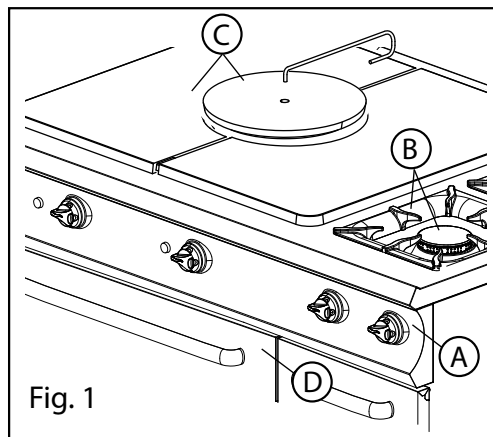

Fig. 1
- Con gli appositi strumenti, regolare l'apertura del foro pilota (Fig. 1) in modo da avere :
2. Asportare griglie, spartifiamma e bruciatori (Fig. 1/A bruciatore 5,5 / 7 kW - Fig. 1/B bruciatore 11 kW)
1. Smontare il cruscotto e le manopole (Fig. 1/A)
2. **Cucina:** togliere griglie e spartifiamma (Fig. 1/B)
Tuttapiasta 980: togliere disco centrale con l'apposito ferro di manovra e le piastre laterali (Fig. 1/C).
Forno: aprire la porta (Fig. 1/D).